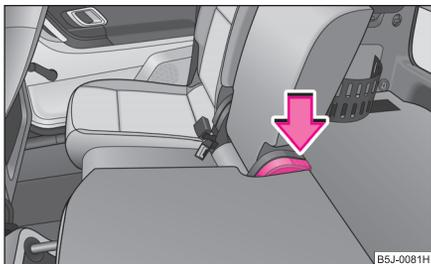

Fig. 57 Replegar el respaldo
- Presionar la palanca ⇒ fig. 57 y replegar el respaldo. Asegúrese de que el respaldo haya encastrado.